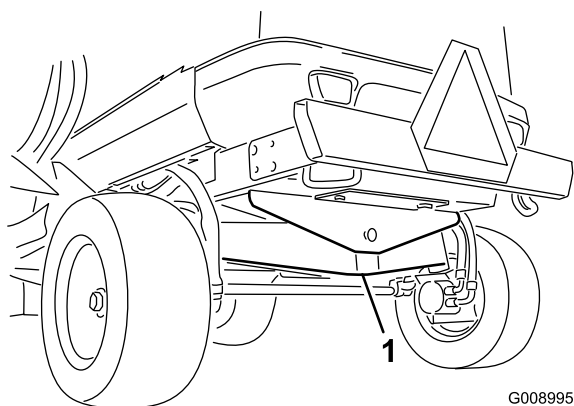

Figure 38
1. Point de levage avant (2)
- Au centre du pont arrière à l'arrière de la machine (Figure 38).